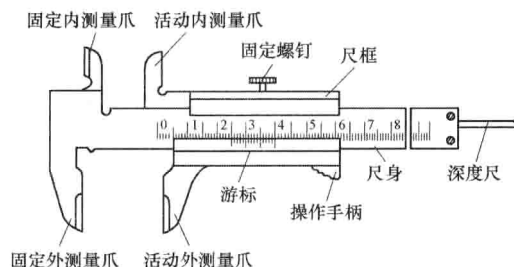

图 1-14 游标卡尺的结构
(1) 结构与工作原理 图1-14所示为分度值为0.02mm的游标卡尺的结构,它主要由尺身(主尺)和附在尺身上能滑动的游标两部分构成。